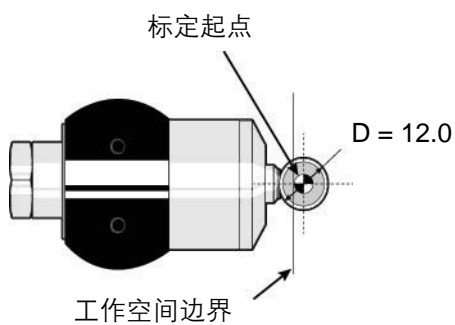

图 3.3 设定圆形测针
- Cc = 测针上表面 (Z) 至底面的距离。（如果使用向上进给的测量循环，则必须输入该值）。
- Dd = 不使用 X 和 Y 输入时的圆形测针直径（见图 3.3）。
如图 3.3 所示，将标定刀具定位在测针上表面上方 10 mm 处。